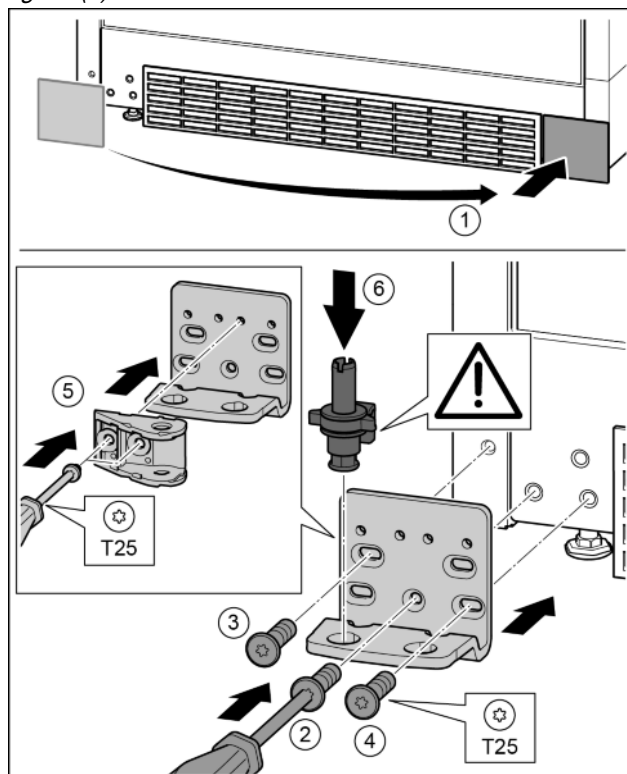

Fig. 36
- ▶ Skinite pokrov i postavite ga na drugoj strani. Fig. 36 (1)
- ▶ Postavite podložak ležaja na drugoj strani i zavijte pomoću odvijača T25. Započnite s vijkom 2 dolje u sredini. Fig. 36 (2)
- ▶ Pritegnite vijak 3 i 4. Fig. 36 (3, 4)
- Okrenite spojni element prigušivača zatvaranja za 180°. Na drugoj strani podloška ležaja zavijte pomoću odvijača T25. *Fig. 36 (5)*
- Kompletно umetnite podložak ležaja. Pri tome pazite da je ispuščenje za blokiranje okrenuto prema otvora. *Fig. 36 (6)*